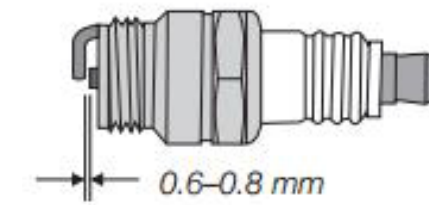

Рисунок 37
4. Пользуясь щупом, проверить зазор между электродами и при необходимости установить его на 0,76 мм (см. рис. 37)